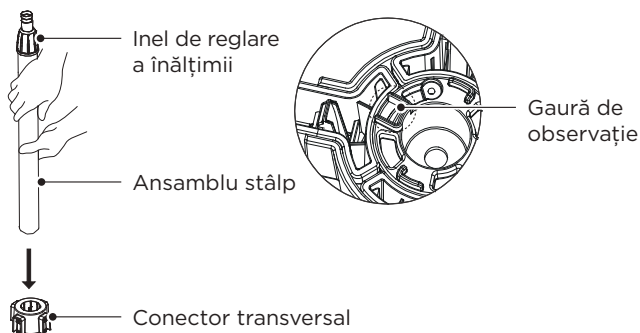

Fig.1
- 1 Introduceți ansamblul stativului în conector de sus în jos, asigurându-vă că este instalat în poziție (prin orificiul de trecere din partea inferioară a conectorului, se poate aprecia dacă stativul este instalat în poziție). (Fig.1)